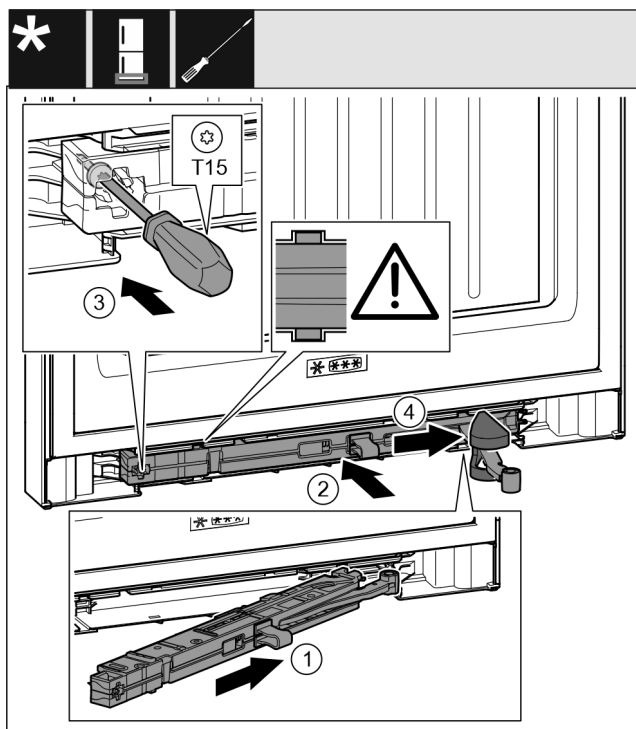

Fig. 46
- ▶ Під нахилом просуньте демпферний вузол з боку опорного кронштейна в отвір до упору. Fig. 46 (1)
- ▶ Повністю вставте демпферний вузол в отвір. Fig. 46 (2)
- ▶ Закрутіть гвинт за допомогою викрутки T15. Fig. 46 (3)
- ▶ Просуньте кришку через шарнір. Fig. 46 (4)